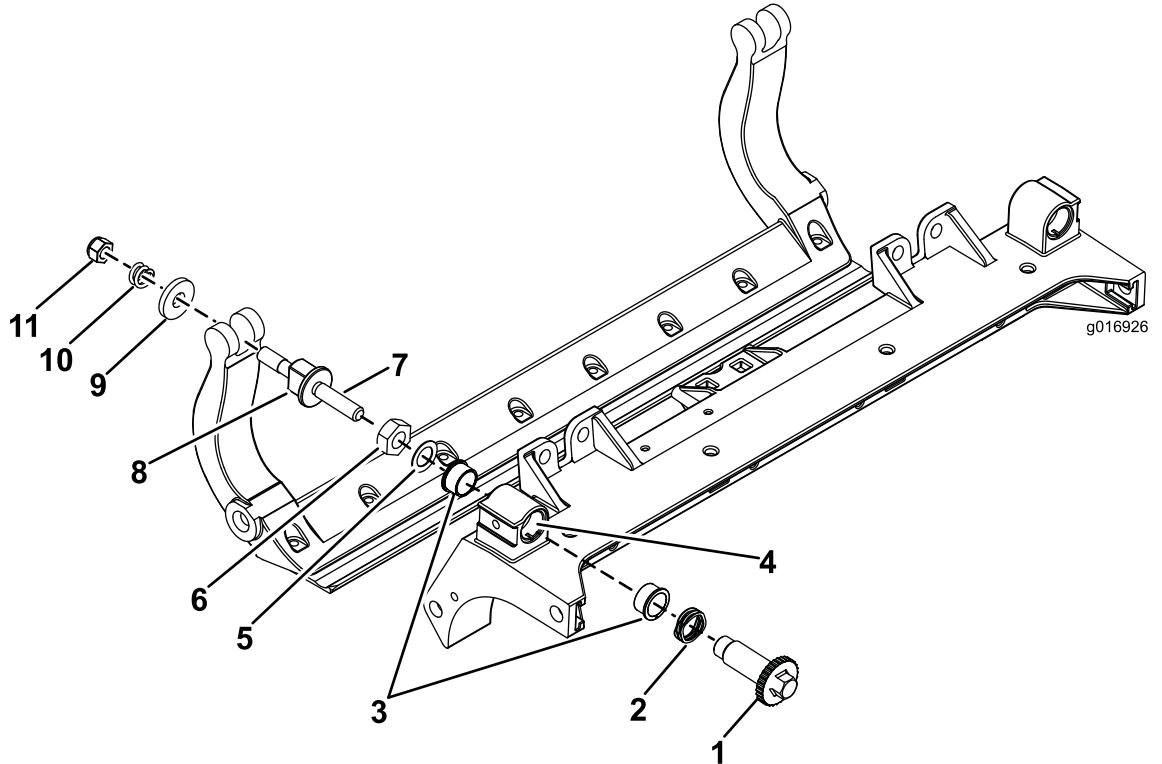

Figura 43
1. Retire todas as peças (consulte as *Instruções de instalação* do Kit DPA HD e a Figura 43).
2. Aplique composto anti-gripagem no interior da área dos casquilhos na estrutura central da unidade de corte (Figura 43).
3. Alinhe as chaves nos casquilhos das flanges com as ranhuras na estrutura e instale os casquilhos (Figura 43).
4. Instale uma anilha ondulada no veio do ajustador e deslize o veio para os casquilhos da flange na estrutura da unidade de corte (Figura 43).
5. Prenda o veio do ajustador com uma anilha plana e porca de bloqueio (Figura 43).
12. Coloque uma arruela de aço no exterior de cada uma das arruelas de nylon (Figura 43).
Nota: As anilhas podem ter uma folga interna (Figura 43).
15. Aperte a porca em cada conjunto de ajustador da barra de apoio até que a mola de compressão esteja totalmente comprimida e, em seguida, desaperte a porca $\frac{1}{2}$ volta (Figura 43).